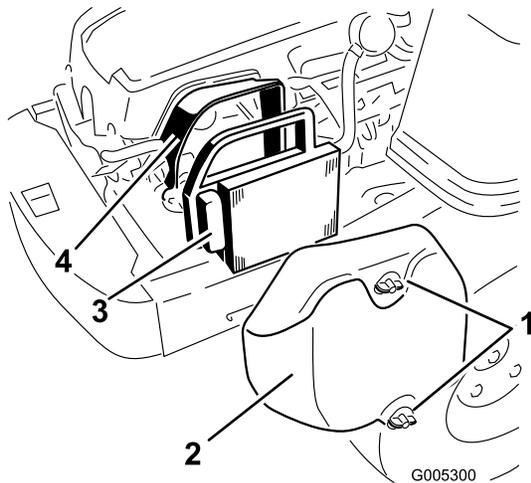

Figure 24
1. Déposez le couvercle du filtre à air (Figure 24).
2. Sortez l'élément du filtre à air avec le joint en caoutchouc intégré (Figure 24).
5. Installez l'élément en papier, côté plissé à l'extérieur, et engagez le joint en caoutchouc sur les bords de la base du filtre à air (Figure 24).
6. Reposez et fixez solidement le couvercle du filtre à air à l'aide des deux boutons (Figure 24).